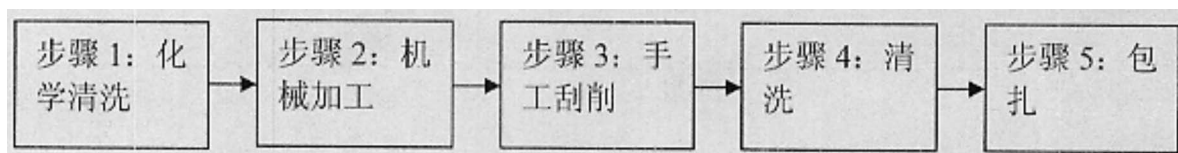
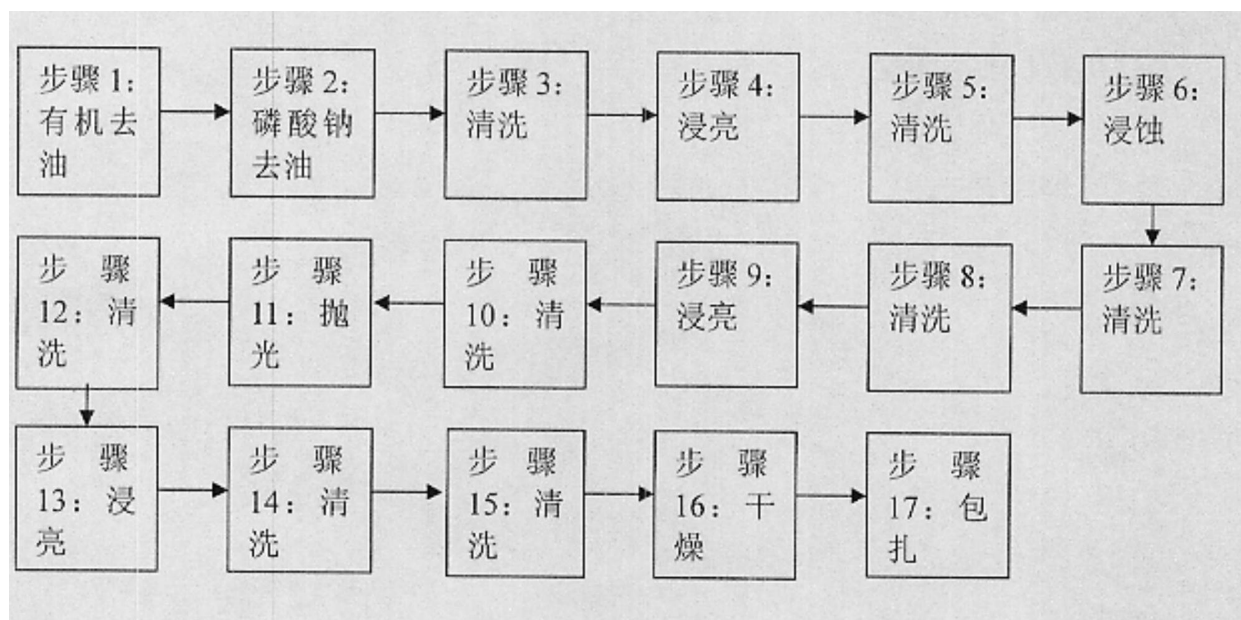

图1
图2
- [0032] 图1:工件表面去除污物、氧化膜和腐蚀物工艺流程图
- [0033] 图2:焊丝表面去除污物、氧化膜和腐蚀物工艺流程图
- [0035] 参见图1,图2。要将铝锂合金应用在焊接结构上,必须解决焊缝气孔问题,这需要在两方面采取工艺措施: